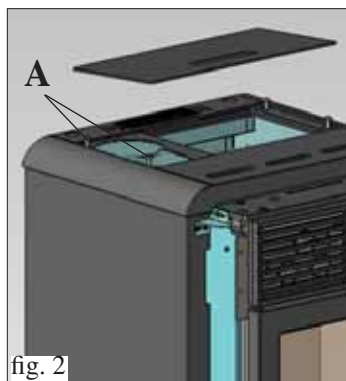

fig. 2
- Løsn (ca. 15 mm) de to skruer på toppen i støbejern under metalpladedækslet (A - fig. 2).